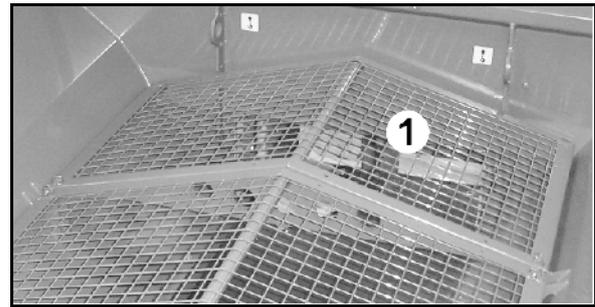

Fig. 30
- granuliertem Dünger: Siebroste (Fig. 30/1) einsetzen und mit Klappstecker sichern!